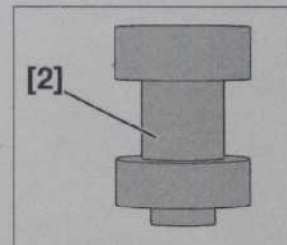

Fig. 49
- [2]. Outil de dépose/pose de roulements (réf : 0526-X) (Fig.49).